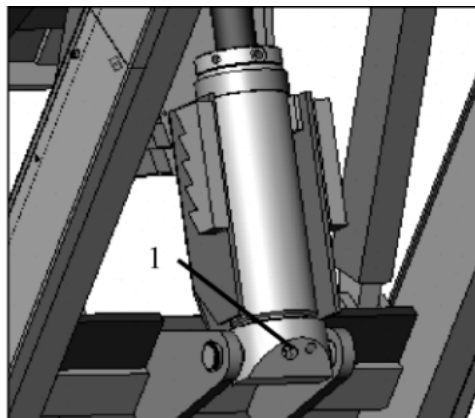

Рис.20
- Ослабьте пробку 1 (рис.20) на вспомогательном цилиндре траверсы чтобы спустить воздух.